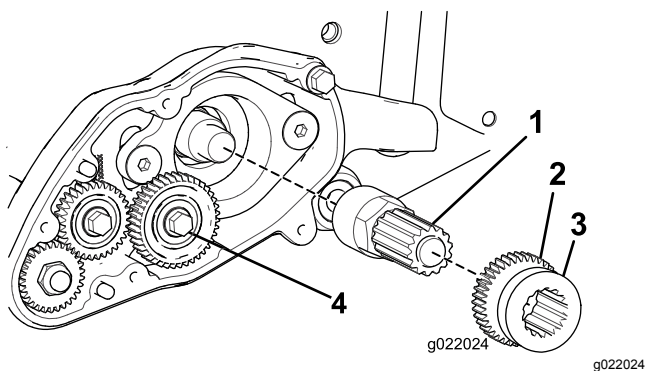

Figure 11
3. Vissez l'arbre sur l'extension d'arbre de cylindre (Figure 11).
5. Appliquez de la graisse synthétique (fournie avec le kit) sur la cannelure mâle de l'arbre (Figure 11).
6. Glissez le pignon d'entraînement sur l'arbre en orientant la rainure vers l'extérieur (Figure 11).
7. Posez le pignon de renvoi à 40 dents (Figure 11).